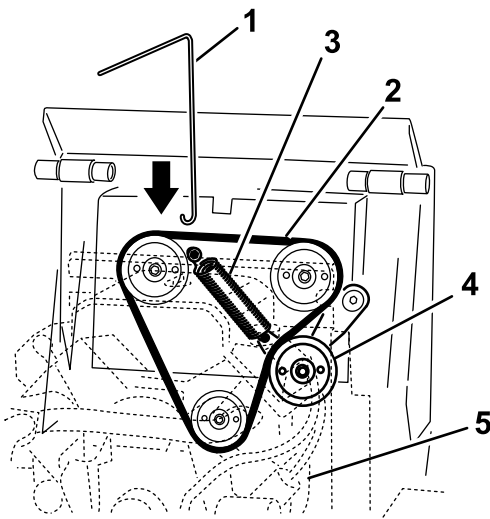

Figura 52
4. Conecte el gancho de la herramienta para la retirada de muelles al gancho del muelle de la polea tensora y desenganche el muelle del espárrago, tal y como se muestra en la Figura 52.